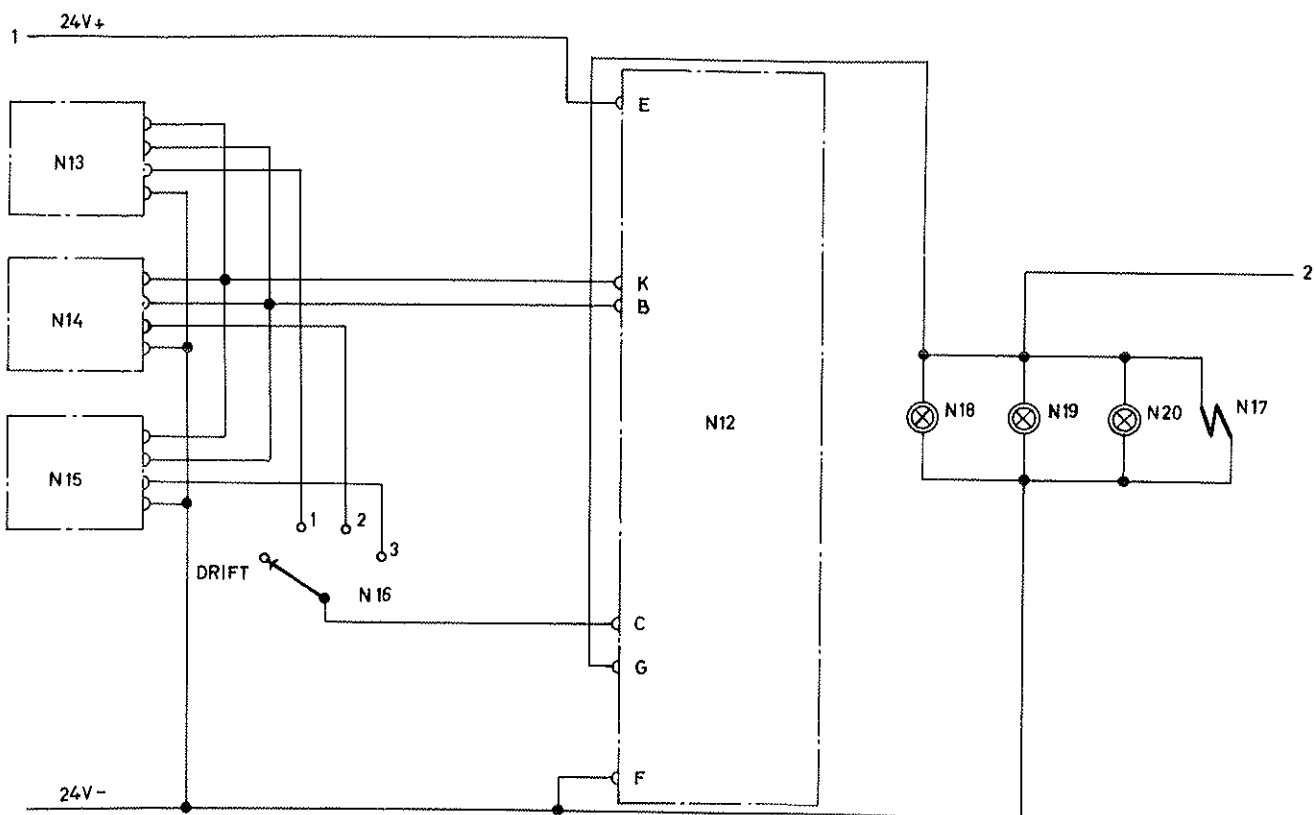

Bild 98. Brandvarning, principalschema
Brandsläckningsutrustningens mekaniska uppbyggnad och funktion är beskriven på sidorna 24—28 i häfte 11. Vagnskropp. Här beskrivs endast de elektriska systemen. Brandvarningssystemet består av tre detektorer (IR-ögon), en kontrollenhet, en testomkopplare, tre brandvarningslampor och ett relä (bild 98). Systemet kan användas separat eller inkopplas till brandsläckningssystemet för automatisk utlösning av en släckare.
2. Se bild 98, Brandvarning
Tryckvakten R18 håller kretsen över reläspolen R66 sluten när servooljan har normalt drifttryck. Relät R66 har en viss fördröjning vid tillslag och kondensatorn R65 förhindrar att relät faller vid kortvariga tryckfall i servooljan. Reläkontakten R66 sluter och bryter strömkretsarna över reläspolarna R19 och R20 samt startrelät i växelriktaren P32. Relät R19 har kontakter i strömkretsarna till omkopplaren R24 och relät R20 sluter och bryter kretsen till varningslampan R53 (bild 98).